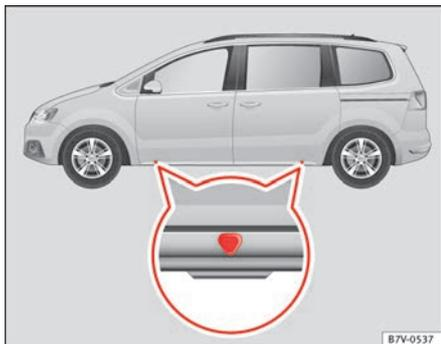

Abb. 183 Aufnahme-
gen in der Karosserie) angesetzt werden ⇒ Abb. 183. Die Markierung zeigt
5. Den Wagenheberaufnahmeort ⇒ **Abb. 183** unter dem Fahrzeug suchen, der dem zu wechselnden Rad am nächsten liegt.